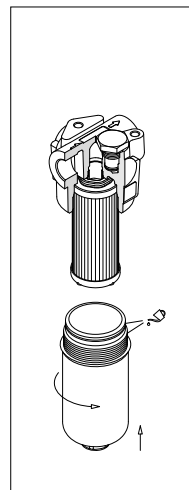

fig. 8
- (Fig. 8) Lubrificare il filetto e l'O-Ring del contenitore, quindi avvitare il contenitore facendo riferimento alla tabella delle coppie di serraggio al paragrafo 3